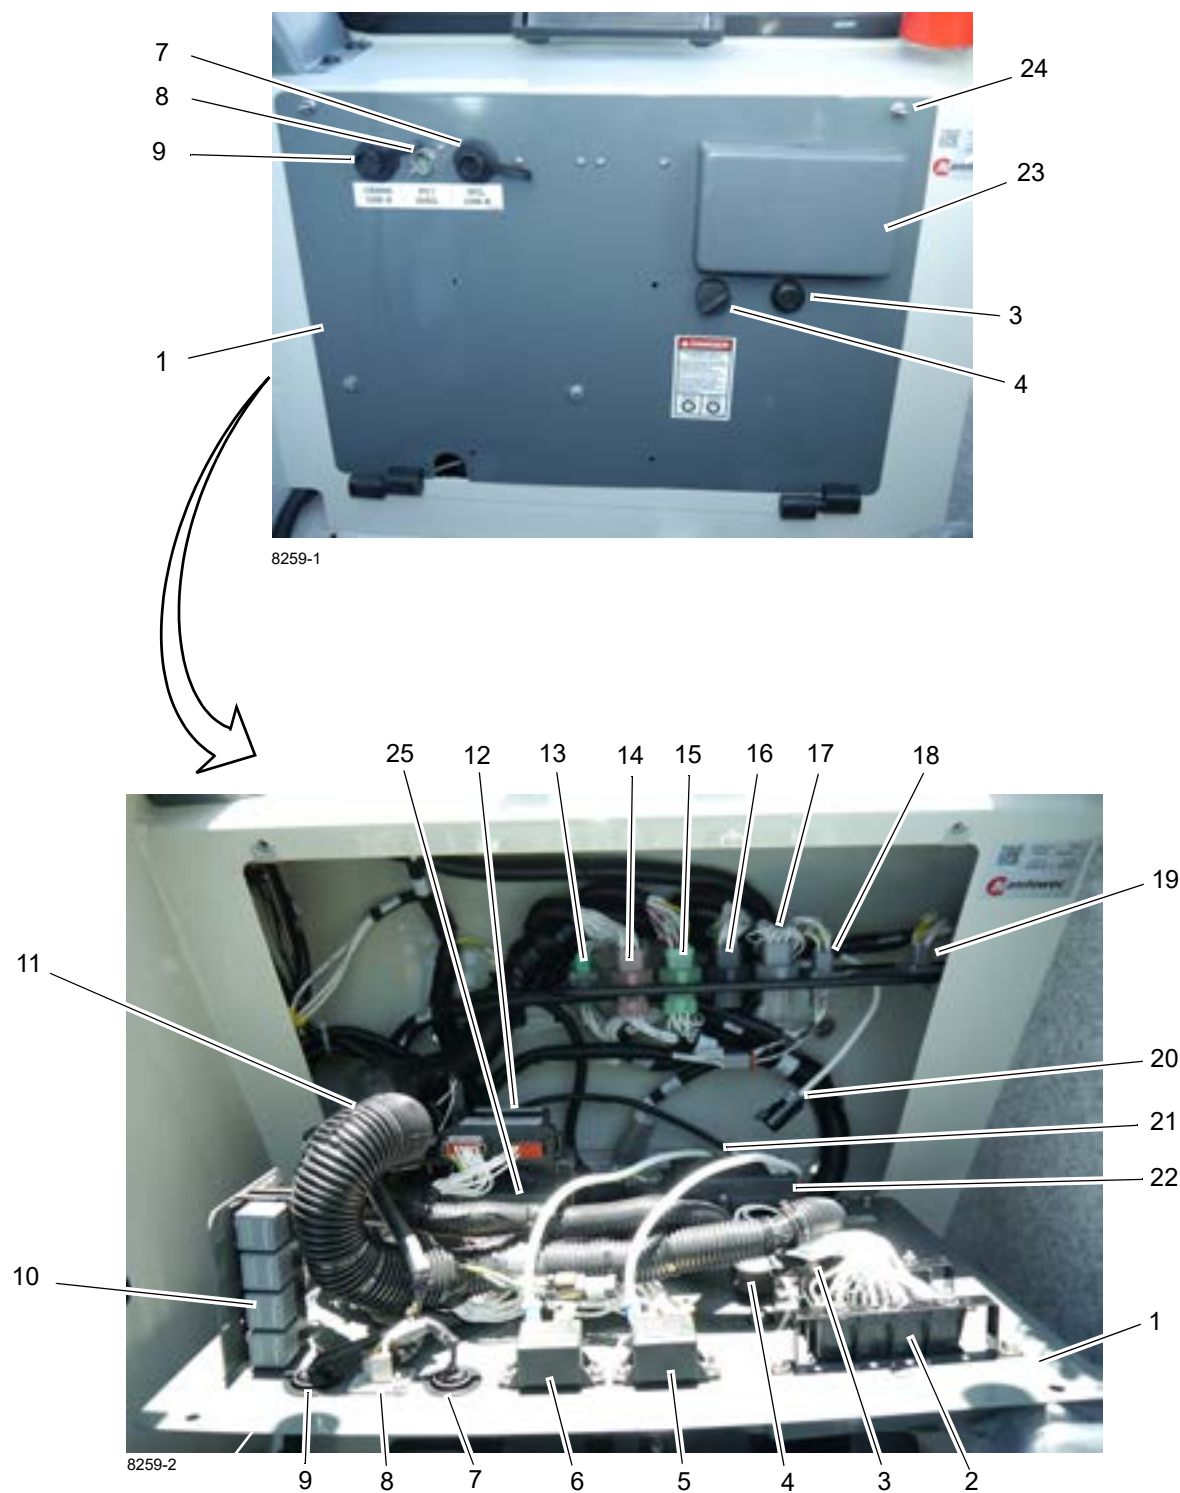

FIGURA 3-5
A Manitowoc Crane Care recomenda ter como parte do seu kit de ferramentas de serviço o kit de ferramentas de serviço Orchestra (CAN-Link) para o NBT60. O software permitirá ver, em tempo real, o status de todos os sinais de entrada ou saída no sistema e permitirá detectar erros nas entradas e saídas. O software de serviço Orchestra (CAN-Link) e o hardware estão disponíveis por meio da Crane Care para aqueles técnicos de serviço que participaram com êxito do curso de treinamento de nível Orchestra. O conector PC1 (8), Figura 3-5 é para detecção e solução de problemas apenas por técnicos OEM autorizados.
O painel de acesso de fusíveis/relés da cabine e da superestrutura (1), Figura 3-5 localiza-se atrás do assento do operador. Remova os dois parafusos borboleta (24) que fixam o painel de acesso para acessar os blocos de fusíveis, relés,
O painel de fusíveis (2) Figura 3-5 contém os fusíveis que protegem os circuitos conforme indicado na Figura 3-4.
Lista de itens da Figura 3-5